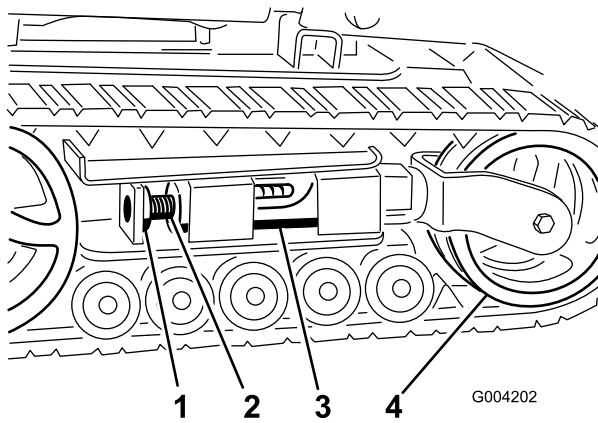
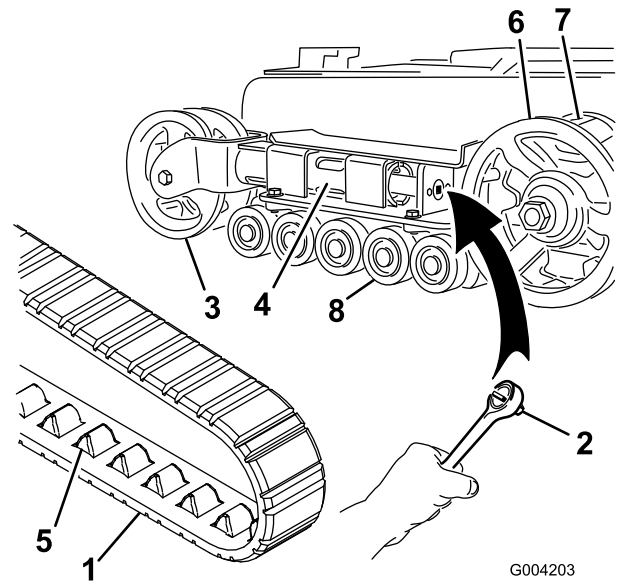
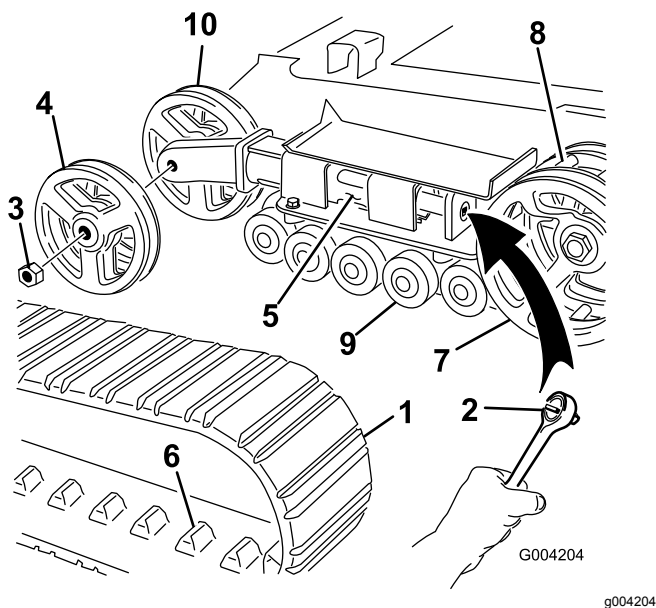

Figure 47
Figure 48
Figure 49
4. Enlevez le boulon et l'écrou de blocage (Figure 47).
6. Alignez l'encoche la plus proche dans la vis de tension avec le trou du boulon de blocage, et fixez la vis avec le boulon et l'écrou de blocage (Figure 47).
Remarque: Les chenilles sont de type étroit si les roues de tension avant sont montées à l'intérieur d'une chape au bout du tube de tension (Figure 48).
5. À l'aide d'un rochet de ½ pouce, tournez la vis de tension dans le sens horaire pour détendre la transmission (Figure 47 et Figure 48).
6. Poussez la roue de tension vers l'arrière de la machine pour appuyer le tube de tension contre le cadre (Figure 48).
8. Lorsque la chenille est déchaussée, retirez-la du pignon d'entraînement et des galets de roulement (Figure 48).
9. Pour installer la chenille neuve, commencez par l'enrouler autour du pignon, en veillant à ce que les crampons s'engagent correctement entre les dents du pignon (Figure 48).
10. Poussez la chenille sous et entre les galets de roulement (Figure 48).
Remarque: Les chenilles sont de type large si les roues de tension avant sont montées sur les côtés au bout du tube de tension (Figure 49).
- Enlevez le boulon et l'écrou de blocage (Figure 47).
- À l'aide d'un rochet de ½ pouce, tournez la vis de tension dans le sens horaire pour détendre la transmission (Figure 47 et Figure 49).
- Poussez la roue de tension vers l'arrière de la machine pour appuyer le tube de tension contre le cadre (Figure 49).
- Retirez l'écrou de fixation de la roue de tension extérieure et déposez la roue (Figure 49).
- Déposez la chenille (Figure 49).
- Retirez l'écrou de fixation de la roue de tension intérieure et déposez la roue (Figure 49).
- Posez la roue de tension intérieure et fixez-la avec l'écrou retiré précédemment (Figure 49).
- Posez la chenille neuve en prenant soin que les crampons s'engagent entre les dents au centre du pignon (Figure 49).
- Posez la roue de tension extérieure et fixez-la avec l'écrou retiré précédemment (Figure 49).
6. Placez le chapeau de galet de roulement sur la tête du boulon (Figure 48).
7. Fixez le chapeau avec le circlip (Figure 48).